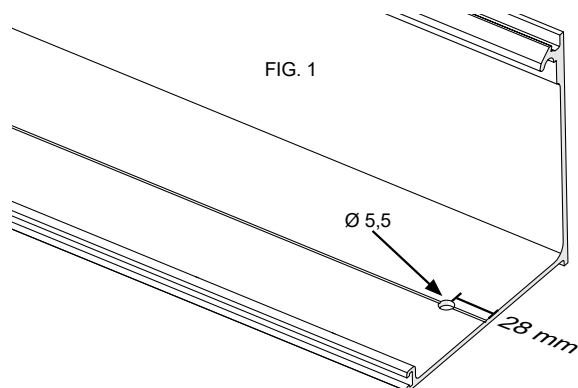

FIG. 2
Application d'un joint anti-vibration (A) et de la brosse (B) FIG. 2 :
Le joint antivibratoire (A) doit être positionné aux extrémités et au centre du profil de couvercle, en morceaux d'environ 40 cm de long (Fig.3). Aligner le joint sur le profil comme illustré à la Fig.2.